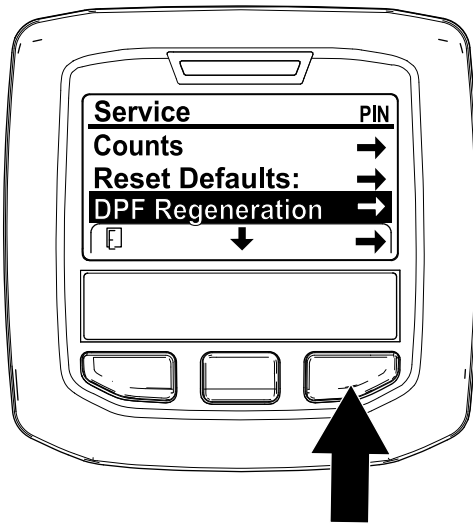

図 34
1. 整備 Serviceメニューから、中央ボタンで下へスクロールして DPF REGENERATIONメニューに入る 図 34。
2. 右側のボタンで DPF Regeneration再生に入る 図 34。